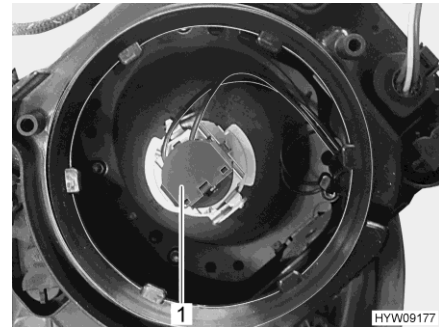

Fig. 236 Ampoule (feux de croisement/feux de route)
- Tourner la douille (Fig. 236,1) avec la lampe dans le sens inverse des aiguilles d'une montre et la retirer du boîtier de la lampe.
- Mettre la douille (Fig. 236,1) avec l'ampoule dans le boîtier de la lampe et serrer en vissant dans le sens des aiguilles d'une montre. La douille s'enclenche de manière audible.